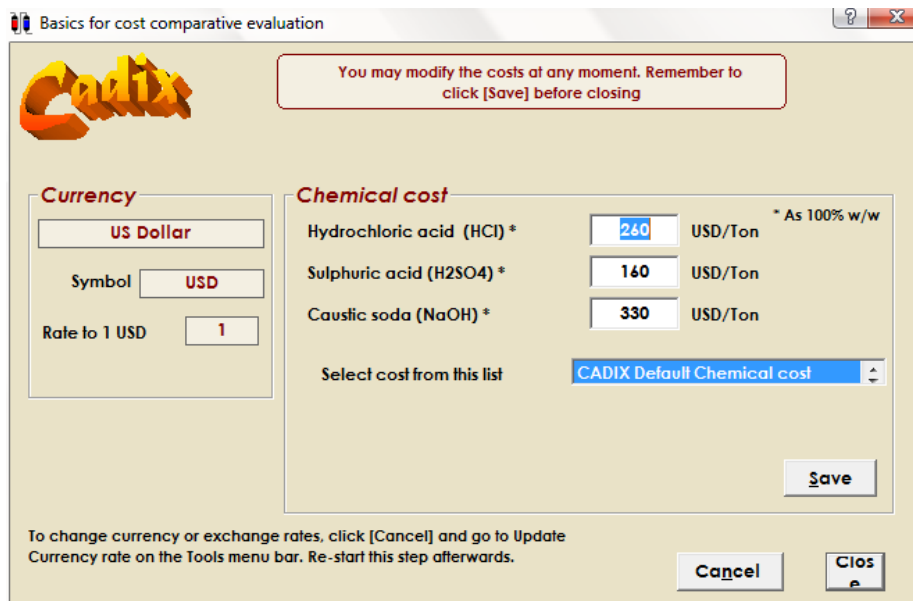

Figura 5.30: Ventana de “Edit Chemicals cost”
- **“Edit Chemicals cost”**: editar los costes de los productos químicos. Gracias a esta opción se pueden modificar los costes de las listas creadas (véase figura 5.30), la lista que ya existía por defecto llamada “CADIX Default Chemical cost” no se puede modificar. Se selecciona una lista a la derecha de donde pone “Select a cost from this list”, pinchando en las flechas que hay a la derecha de dicho cuadro aparecen los distintos nombres de las listas de costes que se tengan creadas, se selecciona la que se quiera cambiar y luego se modifican los valores que se deseen. Una vez introducidos los nuevos costes en la lista adecuada, seleccionar “Save” para guardarlo, cuando ya no se desee modificar ninguna lista más clicar en “Close” para cerrar.